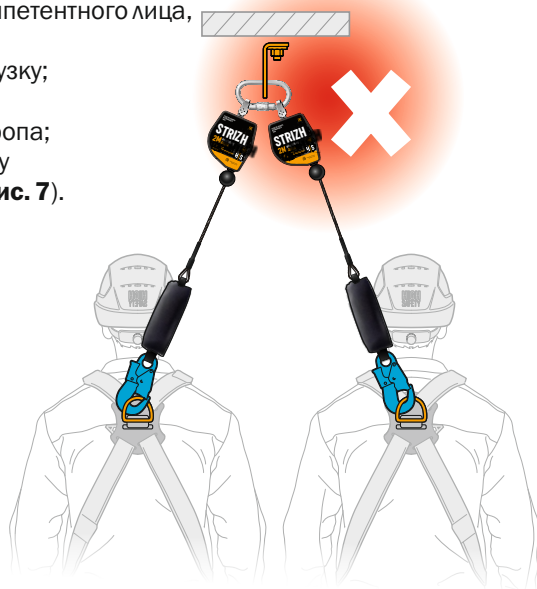

Рис. 7 Недопустимое присоединение СЗВТ STRIZH к двум пользователям одновременно.
- присоединять к двухплечевому СЗВТ более одного пользователя (**рис. 7**).